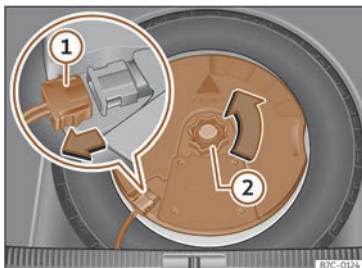

Abb. 245 Im Gepäckraum: Subwoofer ausbauen.
- Ziehen Sie das Subwoofer-Lautsprecherkabel heraus >>> (Abb. 245) ①.
- Drehen Sie das Befestigungshandrad entgegen dem Uhrzeigersinn heraus >>> (Abb. 245) ②.